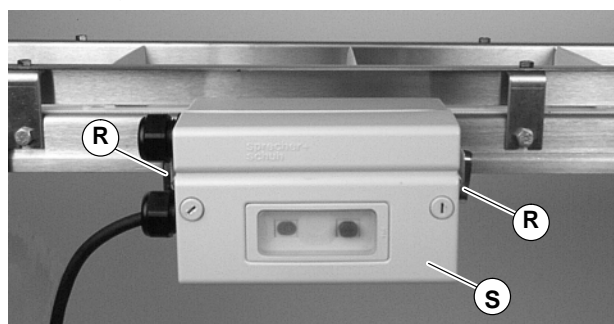

Abbildung 10
10. Den Motorstarter (S von Abb. 10) mit den Schrauben (R) an den Klemmen befestigen. Mit 10,4 Nm festziehen.